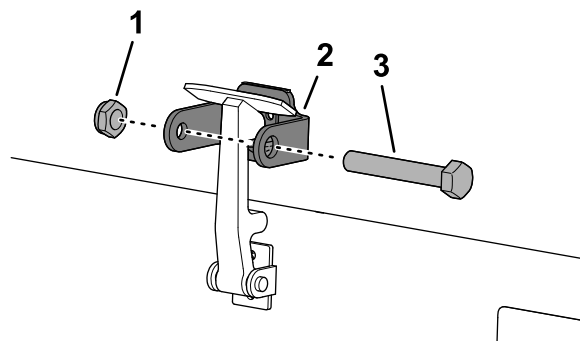

Figure 33
7. Vissez le boulon dans l'autre bras du support de loquet pour bloquer le loquet en position (Figure 33).